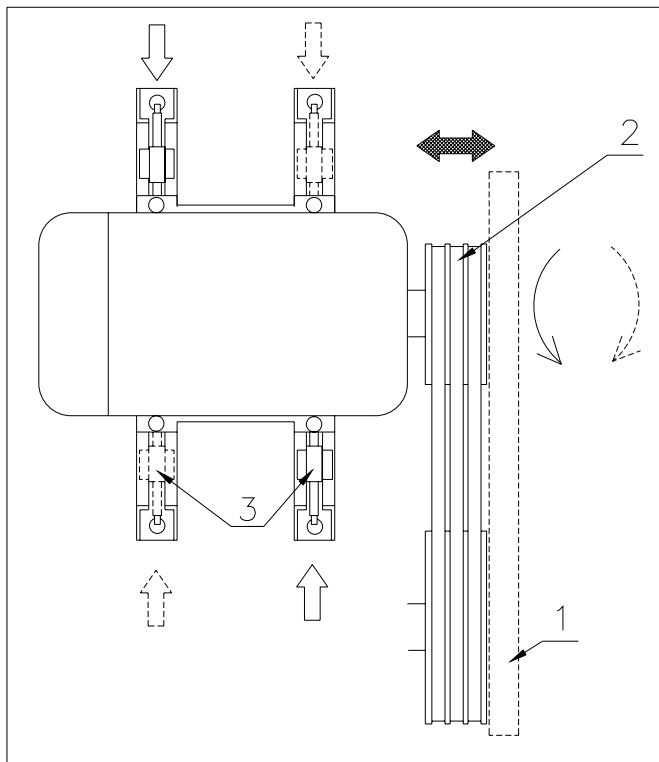

Fig. 7.9
Efter justering kontrolleres, om de to remskiver (stadig) er på linie (se fig. 7.9).
Hvis motorakslen ikke er parallel med pumpeakslen, kan motoren drejes som angivet på fig. 7.9. Dette gøres ved at løsne motorens bolte en smule og justere motorens position ved hjælp af spænderne (3). Om nødvendigt kan en af spænderne på motorens overside hænges fast i spændskinnen for at opnå det ønskede resultat.